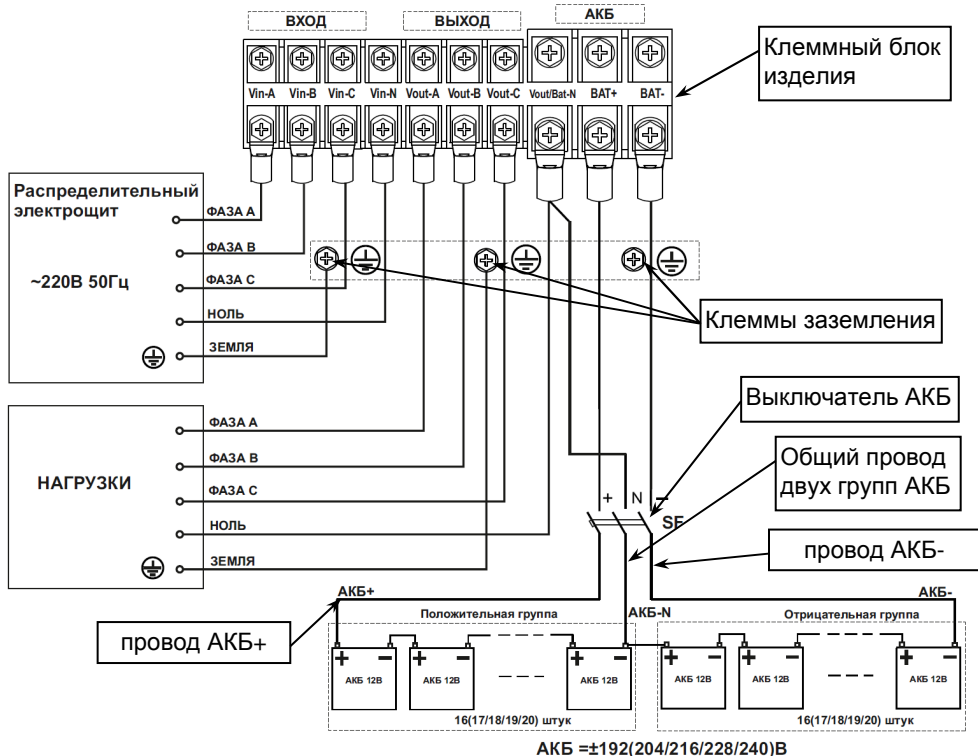

Рисунок 23 — Схема подключения изделия и монтажа аккумуляторной батареи.
Между АКБ и изделием должен быть подключен автоматический выключатель постоянного тока (SF, на номинальный ток 250А, см. рисунок 23).
- подключение кабелей к клеммному блоку следует выполнять в соответствии со схемой (см рисунок 23) и маркировкой, нанесенной на клеммном блоке изделия;
- подключить провода заземления кабелей подключения питающей сети и нагрузки к клеммам заземления (см. рисунок 23);